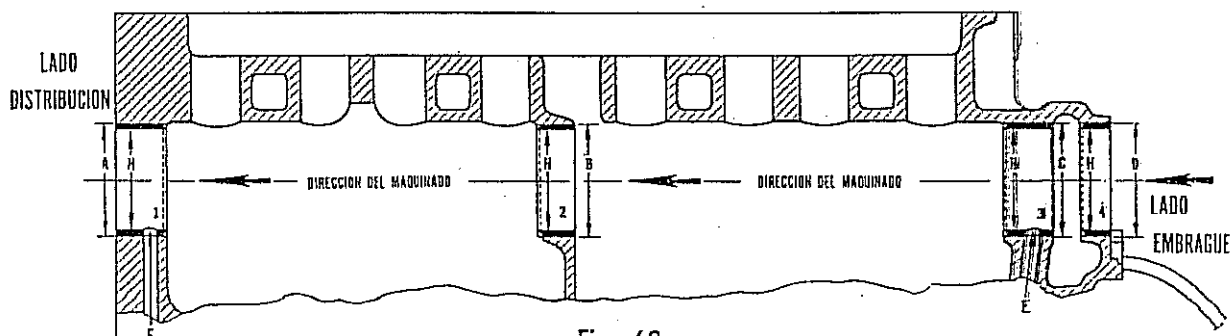

Fig. 69
- 1) Maquinar los alojamientos en el block de cilindros, siguiendo la dirección central de la flecha (Fig. 69) y en el orden y dimensiones siguientes:
(Referirse a la Fig. 69 para la identificación de las distintas piezas).
Los correspondientes a los alojamientos 1 y 3, deben perforarse a través de los orificios "E" (Fig. 69), del lado de la bancada del cigüeñal, empleando una mecha de 4,75 mm de diámetro y aproximadamente 170 mm de longitud.
4) Alesar todos los bujes a un diámetro interior (cota "H", Fig. 69), entre 38 mm y 38,025 mm.